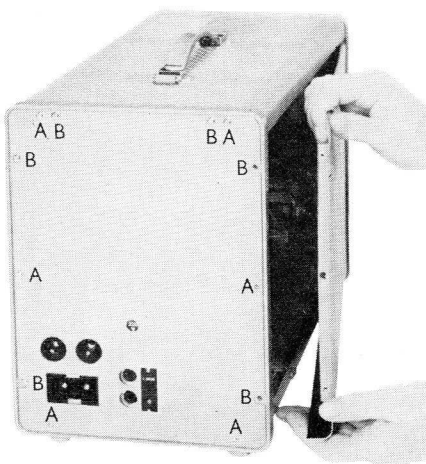

Fig. 15
A. Het afnemen van de kast (zie fig. 15)